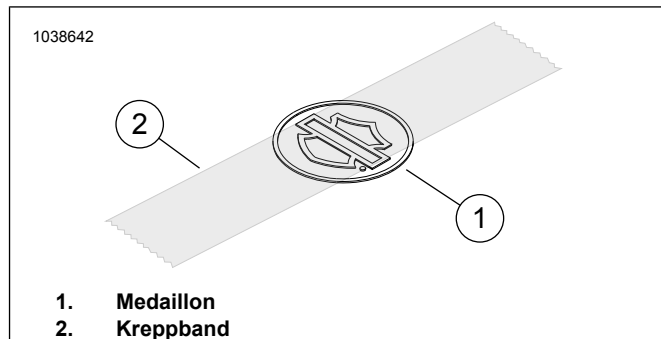

Abbildung 2. Klebeband auf Medaillon anbringen
- Abbildung 2 Ein etwa 7,5 cm langes Stück Kreppband (2) mittig über dem „Bar & Shield“ des Medaillons (1) anbringen.
- Abbildung 2 Das Medaillon an der Halterung anbringen.